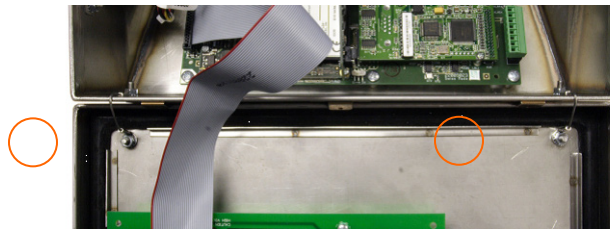

Figura A-7: Ubicaciones de la fijación de la cinta de conexión a tierra
2. Afloje y quite las dos tuercas que fijan los dos cables metálicos (Figura A-7) que funcionan como bisagras para la tapa frontal con la caja posterior.